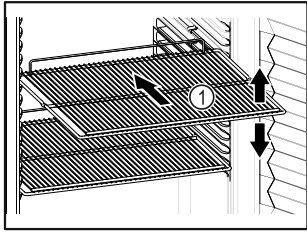

Fig. 65 Beispielhafte Darstellung
- ❑ Wenn Abstellroste Fig. 65 (1) versetzbar sind, je nach Höhe anpassen.